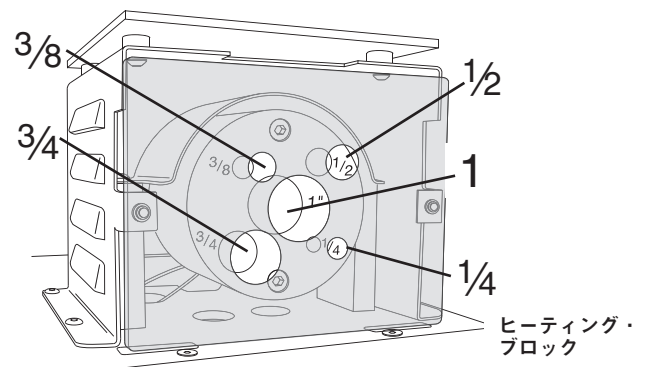

図7
**注意:** ヒーティング・ブロックの各穴には、チューブ外径サイズがマーキングされています。(図7参照)